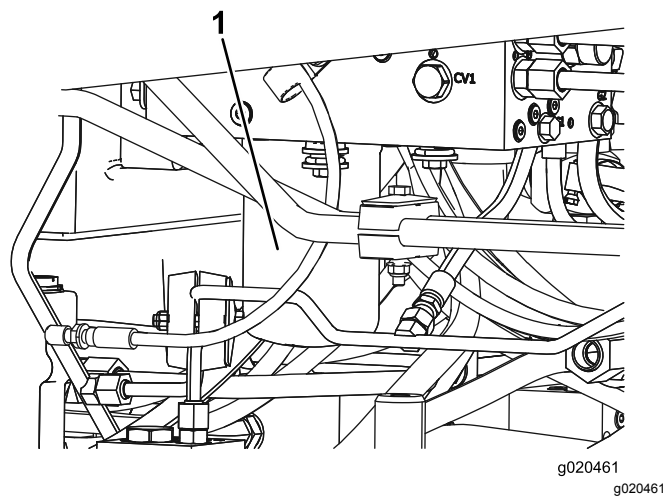

Bild 101
5. Wiederholen Sie die Schritte für den anderen Filter (Bild 101).